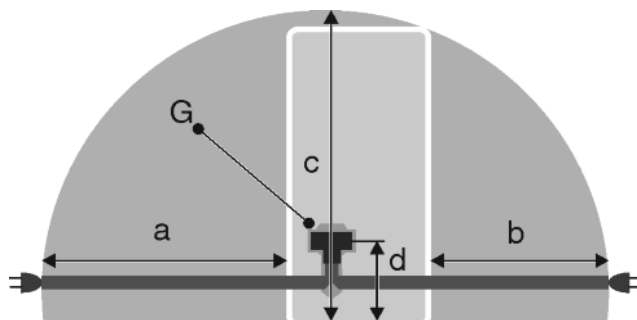

Fig. 29
- Steckdose liegt außerhalb des Geräterückseitenbereichs im gegebenen Bereich Fig. 29 (a, b, c).
- ▶ Gerätestecker Fig. 29 (G) auf der Rückseite des Gerätes einstecken. Auf richtiges Einrasten achten.